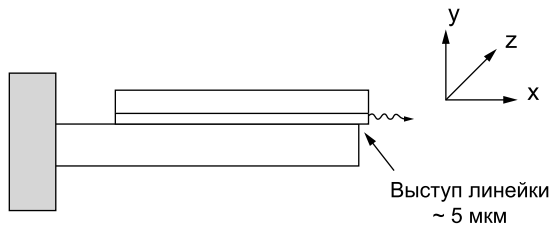

Рис. 3. Необходимый выступ лазерной линейки
3. Установка поверхностного монтажа лазерных линеек должна обеспечивать прецизионную точность установки лазерной линейки с заданным «выступом» (рис. 3). Выступ при монтаже лазерной линейки создается для исключения загрязнения излучающей поверхности лазера припоем в процессе пайки. При монтаже лазерной линейки необходимо контролировать величину выступа, так как слишком большая величина приводит к плохому охлаждению излучающей поверхности линейки.